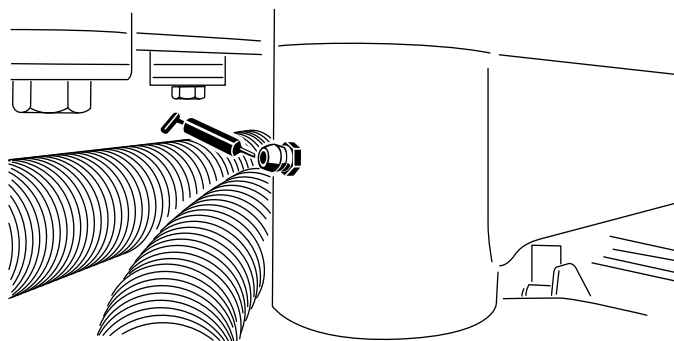

Figura 38
- Engranajes de dirección (2) (debajo del faldón, por debajo del sector de dirección) y el eje de la dirección (2) (Figura 38)